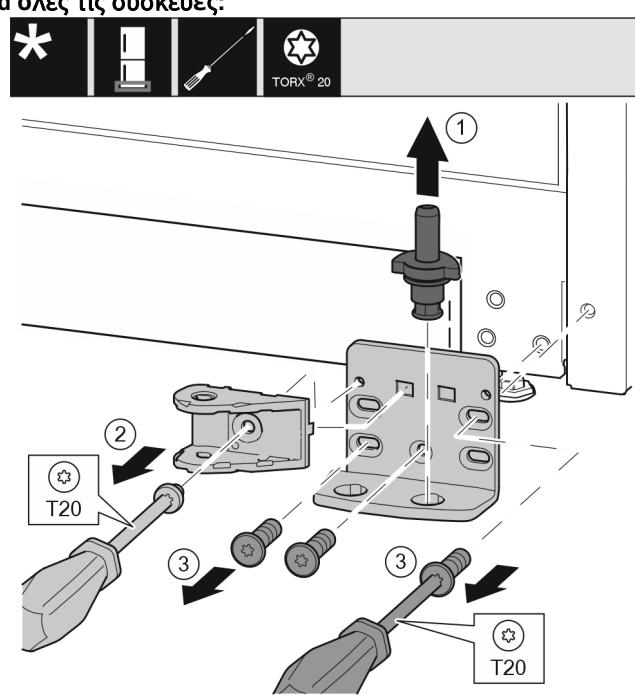

Fig. 34 *
- Τραβήξτε έξω ολόκληρο τον πείρο προς τα επάνω. Fig. 34 (1)*
- Ξεβιδώστε τη βίδα με κατσαβίδι T20 και αφαιρέστε τη σύνδεση του αποσβεστήρα κλεισίματος. Fig. 34 (2)
- Ξεβιδώστε τις βίδες με κατσαβίδι T20 και αφαιρέστε το στήριγμα. Fig. 34 (3)*